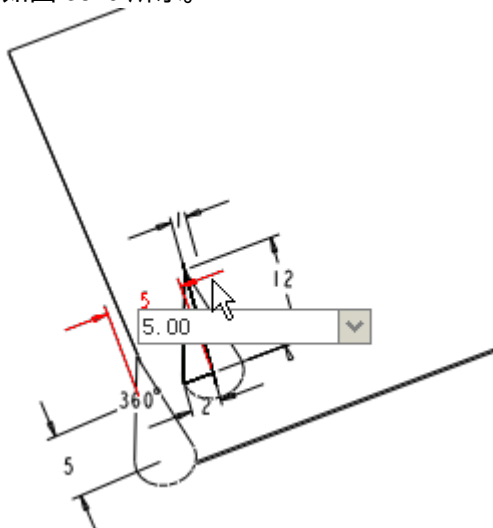

图 38-9
- (1) 选中步骤 5 建立的圆锥体，单击特征工具栏中的按钮 ，打开阵列特征操控板。
- (2) 在模型中选中第一方向的阵列尺寸尺寸“5”，在弹出的文本框中输入该尺寸方向的阵列间距“5.0”，如图 38-9 所示。